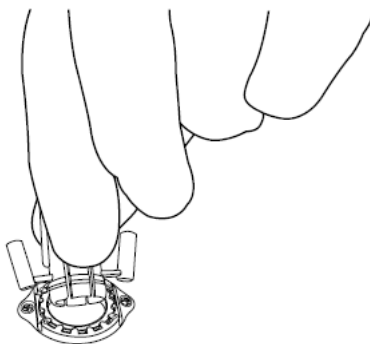

Figura 29. Extracción de la herramienta de centrado.
4. Levante la herramienta de centrado para retirarla y déjela a un lado para desecharla (Figura 29).